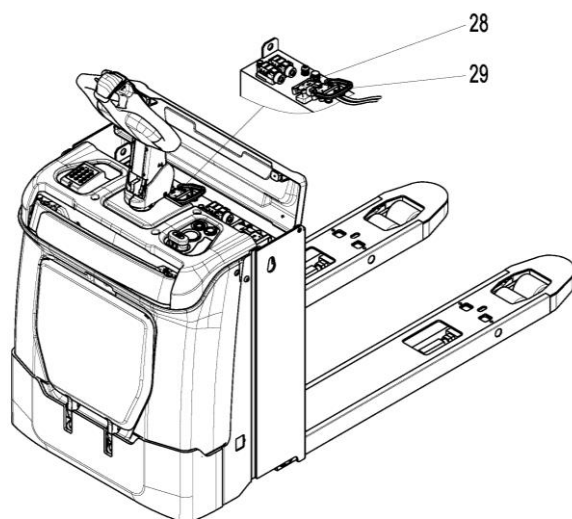

Рис. 16: Зарядка литий-ионного аккумулятора
- Соедините зарядный штекер аккумулятора (рис. 16, поз. 28) с разъемом зарядного устройства (рис. 16, поз. 29).